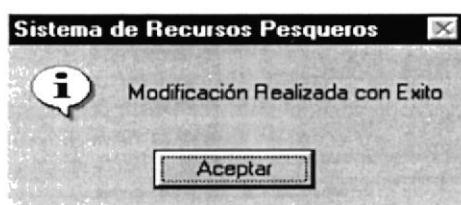

Figura 9.121 Mensaje de Modificación
4. Si se ha realizado una modificación se mostrará el siguiente mensaje (ver figura 9.121)